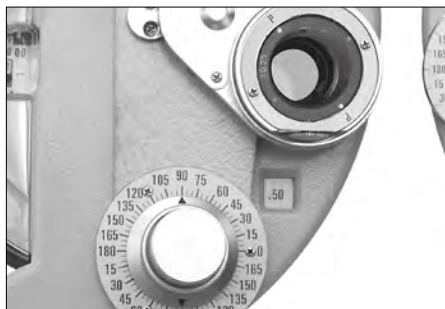

图 33
(1) 设定交叉柱镜 ⑳ 在王先生的右眼前，同时将旋转钮 ⑲ 轴向与柱镜轴向调成一致。(见图 33)